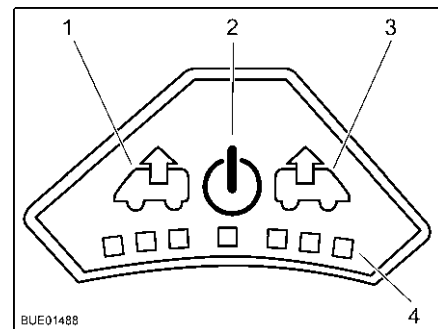

Bild 95 Bedienfeld des Ventilators
- Einschalten:** ■ Taste Ein/Aus (Bild 95,2) drücken. Der Ventilator läuft im Komfortmodus (Entlüften mit niedrigster Ventilatordrehzahl).
- Entlüften:** ■ Um die Ventilatordrehzahl zu erhöhen: Taste Entlüften (Bild 95,1) drücken. Die Ventilatordrehzahl in Entlüftungsrichtung nimmt um eine Stufe zu. LEDs (Bild 95,4) zeigen die Schaltstufen an.
■ Um die Ventilatordrehzahl zu verringern: Taste Belüften (Bild 95,3) drücken. Die Ventilatordrehzahl nimmt um eine Stufe ab.
- Belüften:** ■ Um die Ventilatordrehzahl zu erhöhen: Taste Belüften (Bild 95,3) drücken. Die Ventilatordrehzahl in Belüftungsrichtung nimmt um eine Stufe zu. LEDs (Bild 95,4) zeigen die Schaltstufen an.
■ Um die Ventilatordrehzahl zu verringern: Taste Entlüften (Bild 95,1) drücken. Die Ventilatordrehzahl nimmt um eine Stufe ab.
- Ausschalten:** ■ Taste Ein/Aus (Bild 95,2) drücken. Der Ventilator stoppt, die LEDs erlöschen.